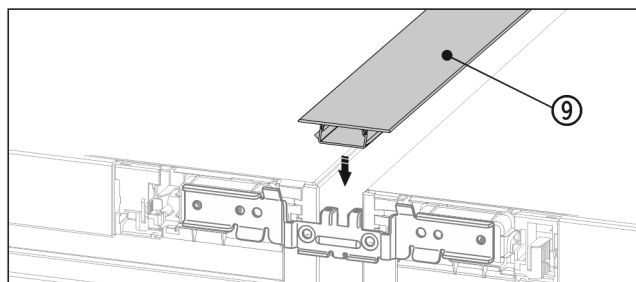

Fig. 21 *
- Aan de bovenzijde de korte afdeklijst Fig. 21 (9) in de horizontale spleet drukken.*